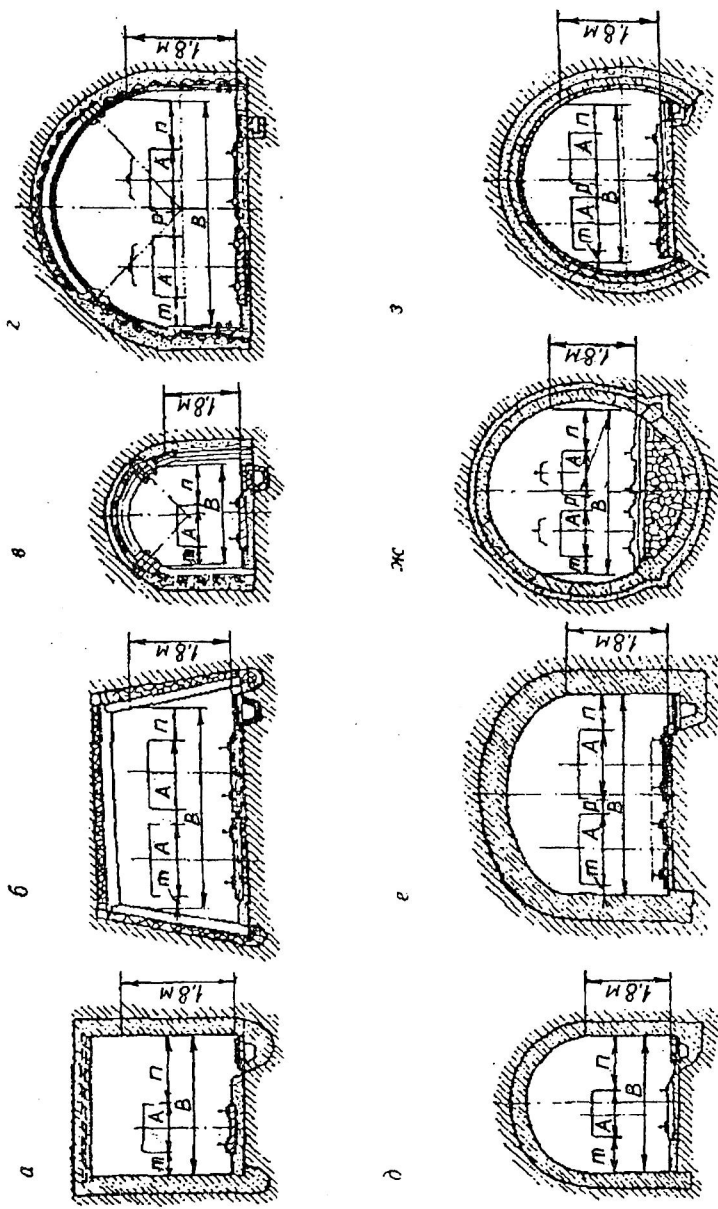

Рис. 6.1. Формы поперечного сечения горных выработок
**Теоретические основы выполнения работы.** При подземной разработке полезных ископаемых применяются следующие формы поперечного сечения горных выработок: прямоугольная (рис. 6.1), трапециевидная (рис. 6.1, б), арочная (рис. 6.1, в, г), сводчатая (рис. 6.1. д, е), подковообразная с обратным сводом (рис. 6.1, ж), а также полигональная и др.